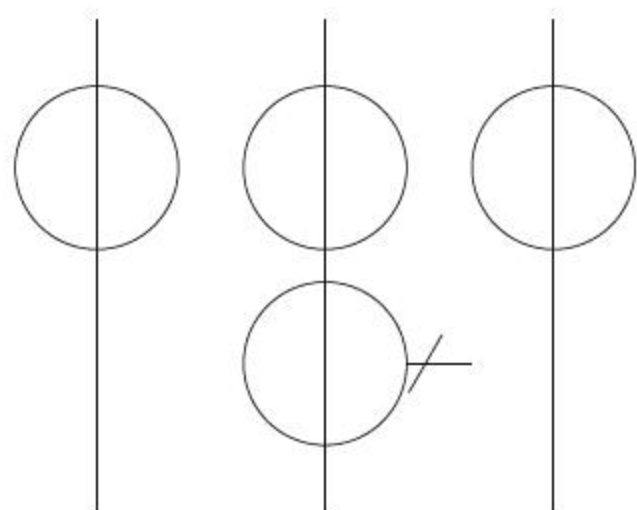

图8-51 绘制斜线段
- 05 调用RO【旋转】命令，设置旋转角度为-30°，旋转线段的结果如图8-51所示。